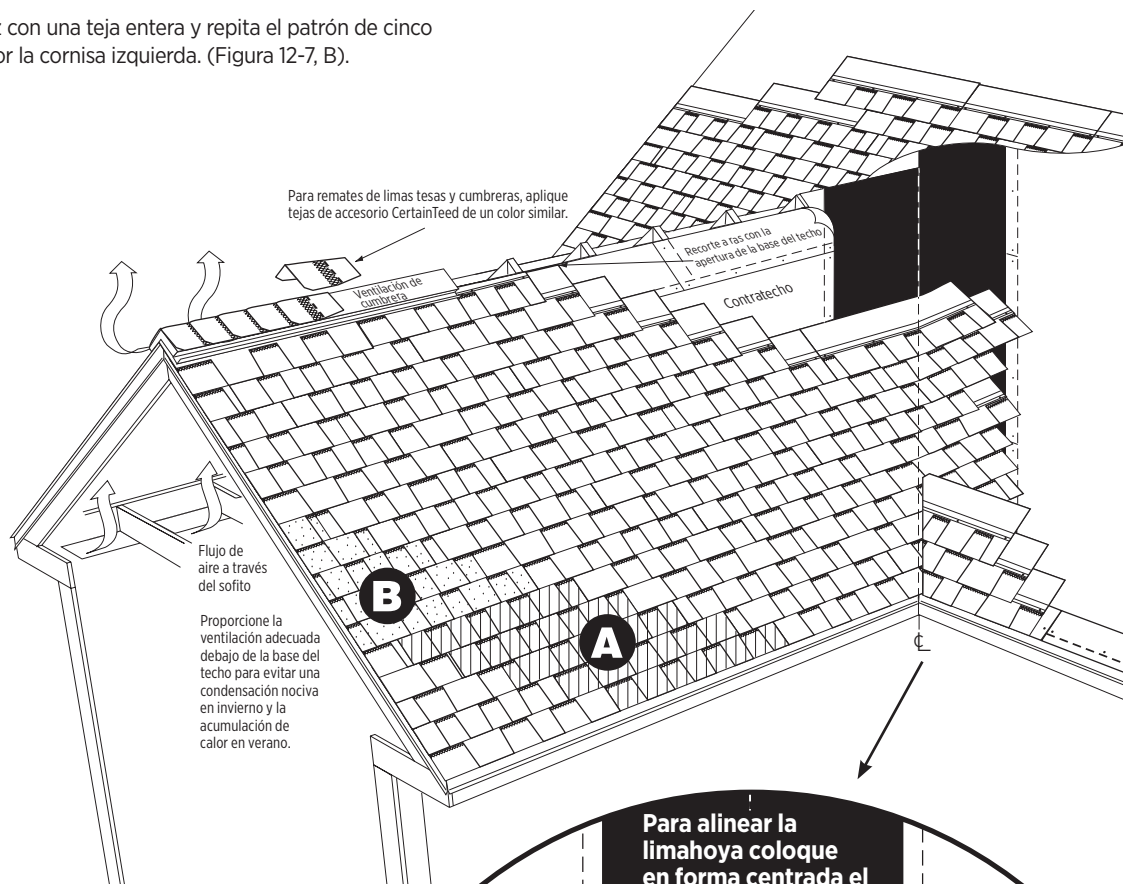

Figura 12-7: Esquema de instalación del "Método de instalación diagonal de cinco hileras"
2. Complete las hileras a lo largo del techo de manera diagonal escalonada usando tejas completas. (Figura 12-7 A). No colocar las tejas en forma recta.
1. Empiece otra vez con una teja entera y repita el patrón de cinco hileras subiendo por la cornisa izquierda. (Figura 12-7, B).